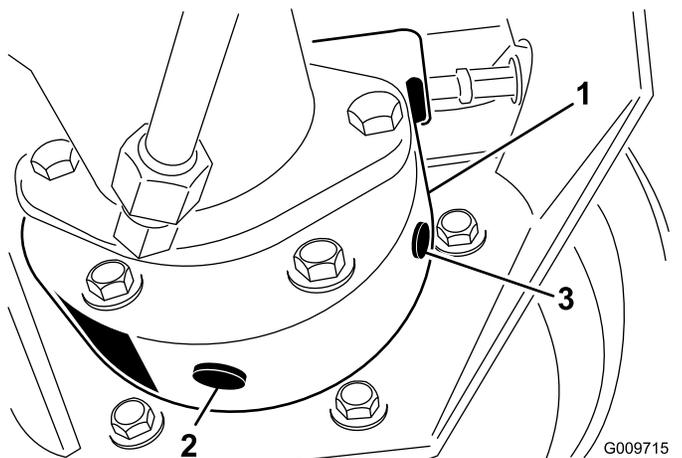

図 44
3. ホイールの反対側のブレーキハウジング 図 44 の下にも容器を置く。